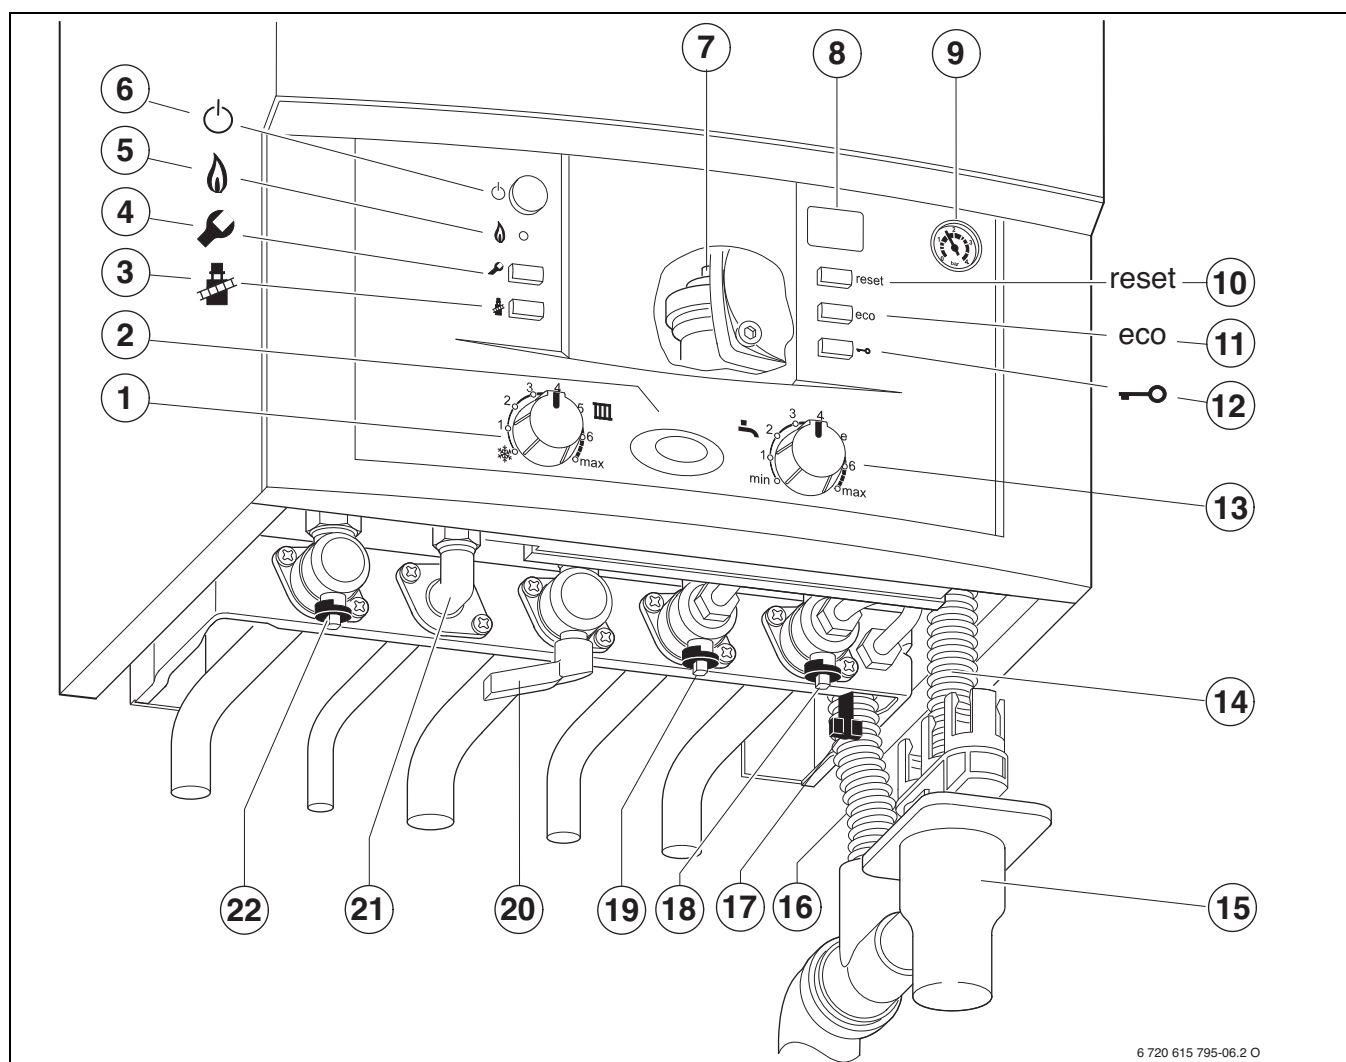

Fig. 51 Exemple : appareils GVAC 25-1M
- ▶ Sur les appareils GVAC 25-1M, ouvrir le robinet d'eau froide ([19], fig. 51) et ouvrir un robinet d'eau chaude jusqu'à ce que l'eau coule.
- ▶ Ouvrir le robinet de départ du chauffage et le robinet de retour du chauffage ([18] et [22], figure 51), remplir l'installation de chauffage à une pression comprise entre 1 et 2 bars et fermer le robinet de remplissage.
- ▶ Ouvrir le robinet de gaz ([20], figure 51).